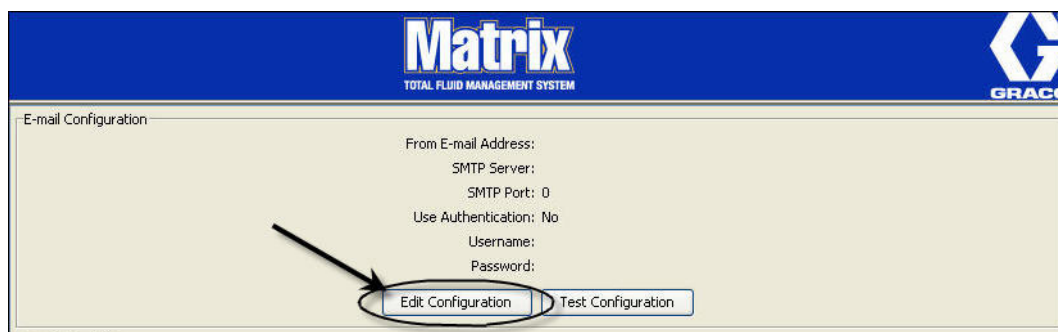

FIG. 136
1. Pour configurer la notification par courrier électronique du système Matrix ou modifier la configuration du courrier électronique existante, cliquez sur le bouton "Edit Configuration" (Modifier la configuration) (Fig. 136).